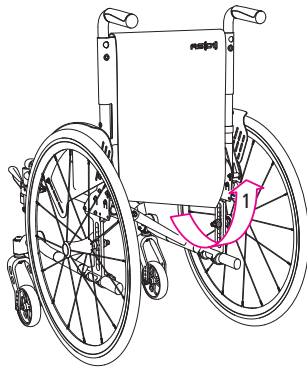

Рис.28
3. Щоб скласти інвалідний візок, при необхідності послабте клапан спинки під сидінням (1, рис. 28).